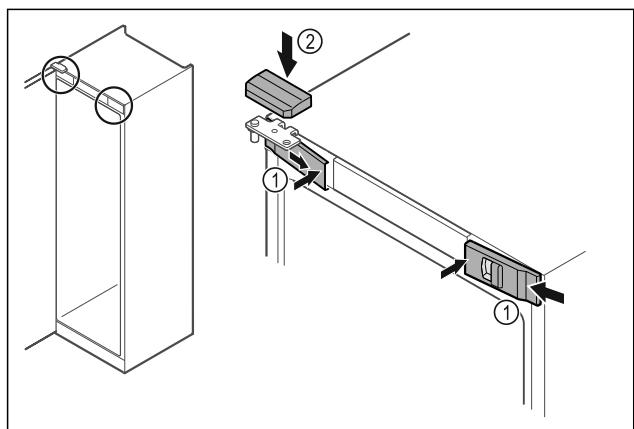

Fig. 52
► Acroșați apărătorile frontale Fig. 52 (1) lateral și fixați-le în poziție la interior.
► Fixați în poziție apărătoarea superioară Fig. 52 (2) de sus.